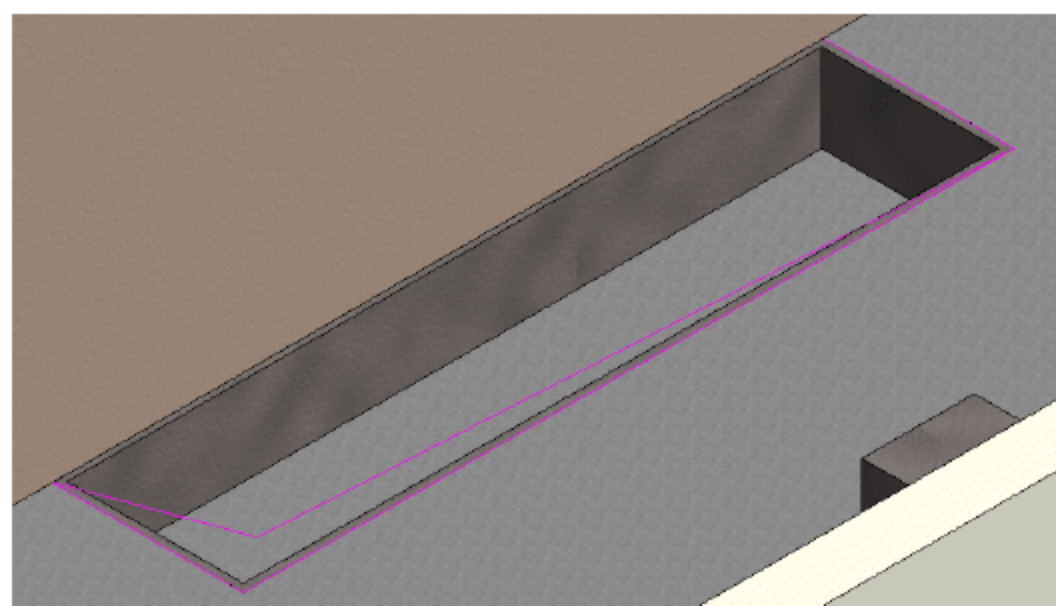

图 9.2.40 3D 效果
(17) 完成“4800×1200×550 排水井”的绘制，3D 效果图如图 9.2.40 所示。